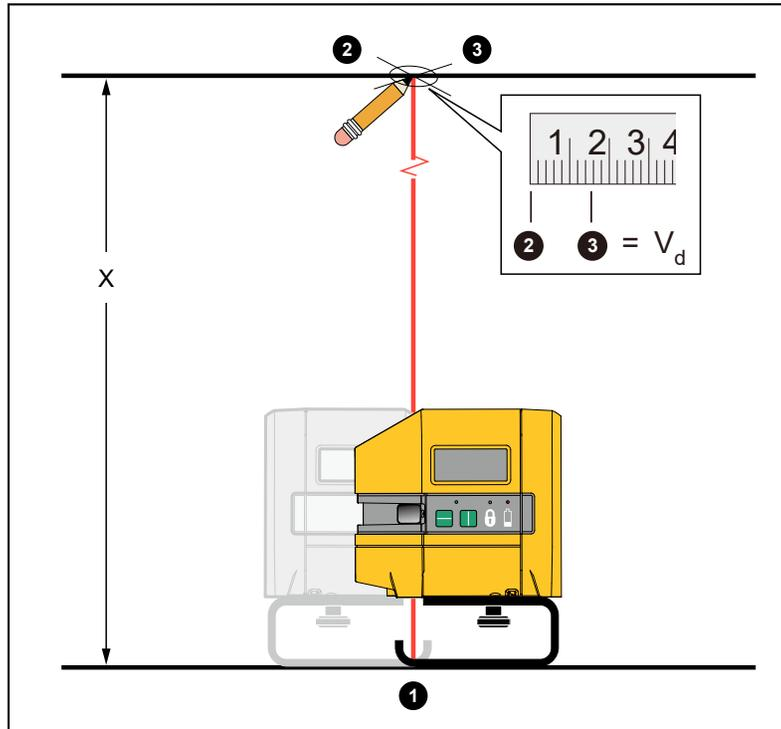

Figura 7. Precisione del livellamento verticale
3. Centrare il laser verticale verso il basso su entrambi gli assi della croce apposta. Vedere la Figura 7.